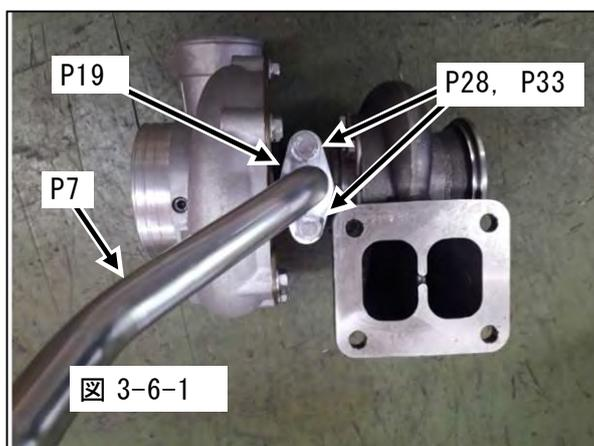

図 3-6-1
(1) ターボチャージャー Assy のコンプレッサーホイール、タービンホイール、コンプレッサーハウジング、タービンハウジング、センターハウジングにエアブローを行い、異物がないことを確認してください。
(2) ターボチャージャー Assy のオイルライン入口から、新品のエンジンオイルを注入し、ホイールを指で回転させ、ベアリング内部にオイルを行き渡らせてください。(エンジン始動時の潤滑不良を防止するため)
(3) オイルアウトレットパイプをターボチャージャー Assy に取付けてください。(図 3-6-1)